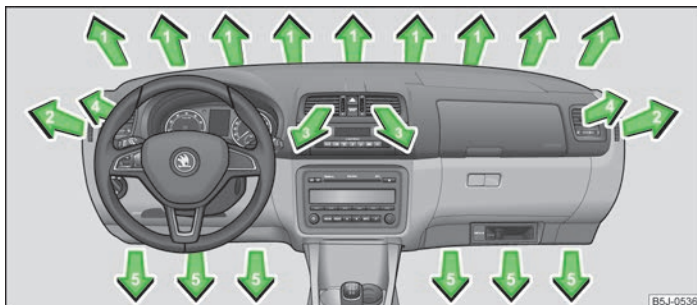
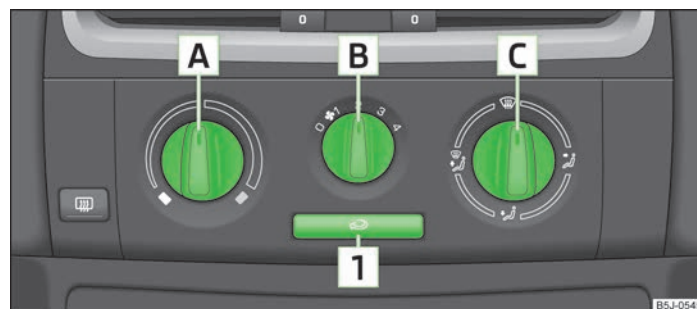

Fig. 77 Fantele de ventilație
Fig. 78 Încălzirea: Elementele de comandă
- Rotiți roțița verticală (fante de ventilație 3) » fig. 77 resp. roțița orizontală (fante de ventilație 4) în poziția .
- Rotiți roțița verticală (fante de ventilație 3) » fig. 77 resp. roțița orizontală (fante de ventilație 4) în poziția 0.
- Pentru a modifica direcția pe înălțime a curentului de aer, deplasați lamelele orizontale cu ajutorul elementului de reglare, mobil » fig. 77.
Reglați admisia aerului pentru fiecare fantă de ventilație, se ajutorul butonului de reglare a distribuției aerului [C] » fig. 78 la pagina 71. Fantele de ventilație 3 » fig. 77 și 4 pot fi deschise și închise individual.
- Rotiți regulatorul rotativ [A] » fig. 78 spre dreapta pentru a mări temperatura.
- Pentru pornirea ventilatorului, rotiți comutatorul ventilatorului [B] » fig. 78 în una din pozițiile de la 1 la 4.
- De la regulatorul pentru distribuția aerului [C] » fig. 78 reglați direcția curentului de aer » pagina 71.
Toate elementele de comandă, în afara comutatorului ventilatorului [B] » fig. 78, pot fi reglate pe orice poziție intermediară.
- Elementele de comandă **A** » fig. 78 la pagina 71, **B**, **C** și tasta **1**.
- Fantele de ventilație **4** » fig. 77 la pagina 71.
- Vă recomandăm, să lăsați gurile de ventilație **3** » fig. 77 la pagina 71 în poziție deschisă.
► Apăsăți tasta  **1** » fig. 78 la pagina 71, lampa de control din tastă se aprinde.
► Apăsăți din nou tasta  **1** » fig. 78 la pagina 71, lampa de control din tastă se stinge.
Dacă regulatorul distribuției de aer **C** » fig. 78 la pagina 71 se rotește în poziția , recircularea aerului se dezactivează automat. Prin apăsarea repetată a tastei  se poate reporni și în această poziție recircularea aerului. ▶